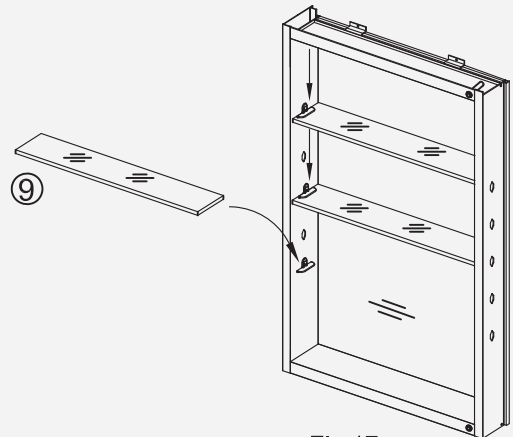

Fig 16
1. Inserte el clip² transparente del estante en la ubicación del agujero correspondiente, utilizando 2 clips por estante (Fig 16).